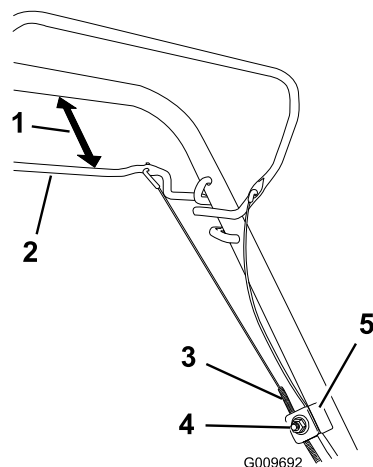

Figura 46
1. Afloje la tuerca del soporte del cable (Figura 46).
2. Sujete la barra de la transmisión autopropulsada a una distancia de 25 a 38 mm del manillar (Figura 46).
3. Tire hacia abajo de la cubierta del cable (hacia el cortacésped) hasta eliminar la holgura en el cable (Figura 46).